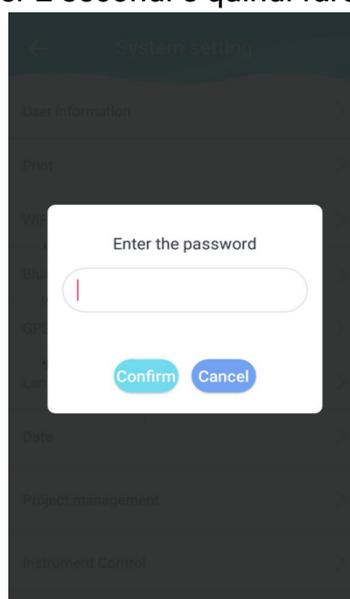

Figura 1-P password Login
a) Per avviare il dispositivo , premere a lungo il pulsante di avvio per 2 secondi fino all'accensione della schermata principale. Viene visualizzata la schermata di accesso che richiede utente e password precompilati come impostazione predefinita. Questi possono essere modificati nell'interfaccia Impostazioni, selezionando Impostazioni informazioni di accesso. Il nome utente predefinito è: user e la password predefinita è: ly123456 (Vedi Figura 1)
Questo prodotto può essere suddiviso in 4 moduli in base alle sue funzioni e applicazioni (vedi Figura 1):